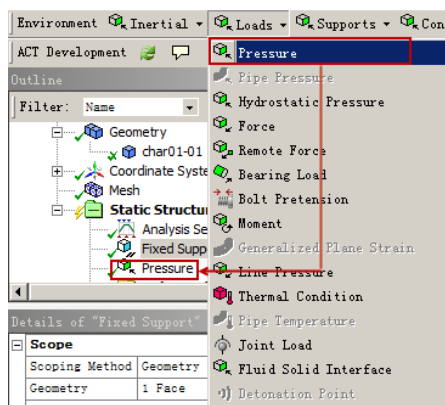

图 1-43 添加压力
**步骤 04** 同步骤 (2), 选择 Environment 工具栏中的 Loads (载荷) → Pressure (压力) 命令, 此时在分析树中会出现 Pressure 选项, 如图 1-43 所示。